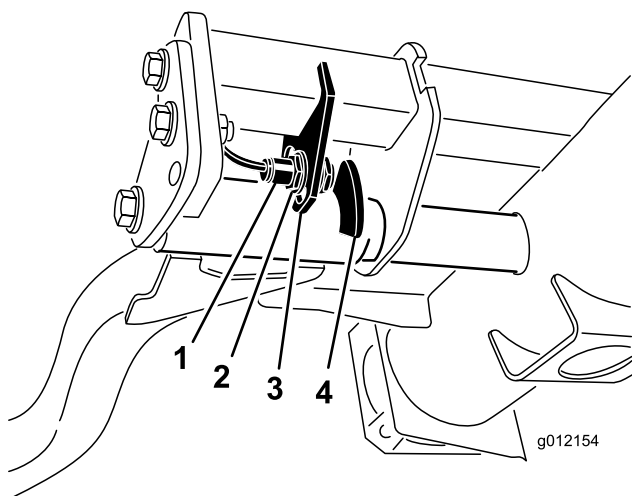

Figure 32
2. Le contacteur des bras de levage se trouve sous le réservoir hydraulique, derrière le bras de levage avant droit (Figure 32).
3. Desserrez les vis de fixation du contacteur et descendez le contacteur pour augmenter la hauteur du changement de direction des bras de levage ou montez-le pour réduire la hauteur du changement de direction (Figure 32).